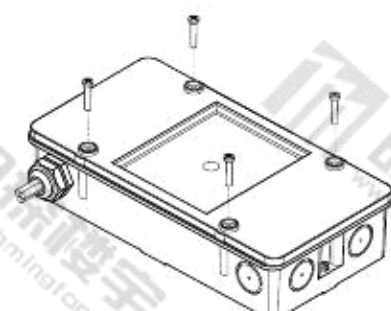

图 6
1. 打开盒盖 (图 6)。
6. 插入密封条, 用螺钉将盒盖拧紧 (图 6)。